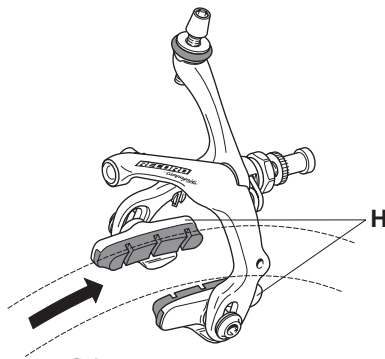

Fig. 9
Attenzione: Verificate sempre che la parte chiusa del portapattino sia rivolta verso il senso di marcia (Fig. 9).
Danger: Always make sure that the closed part of the pad-holder faces in the driving direction. See Fig. 9.
Achtung: Überprüfen Sie immer, dass der geschlossene Teil des Bremschuhträgers in Fahrtrichtung zeigt (Abb. 9).
Attention: Vérifiez toujours que la partie fermée du porte-patin est bien dans le sens de la marche (Fig. 9).
Atención: Verifique siempre que la parte cerrada del portazapatas esté dirigido hacia el sentido de marcha (Fig. 9).
Attentie: Zorg ervoor dat het gesloten deel van de remblokhouders in de rijrichting staat (Fig. 9).
Danger: for brakes equipped with pad-holders, always make sure that the closed part of the pad-holder (H) faces in the driving direction, as shown in figure 9. Incorrect installation of the pad-holder may cause the pad to slip out and cause serious accidents and injury.
Achtung: Bei Bremsen mit Bremsschuhträgern immer überprüfen, dass der geschlossene Teil des Bremsschuhträgers (H), wie in der Abbildung 9 gezeigt, in Fahrtrichtung zeigt. Die falsche Montage des Bremsschuhträgers kann zu einem Verlust des Bremsschuhs führen und schwere Unfälle und Verletzungen verursachen.
Attention: pour les freins équipés de porte-patin, vérifiez toujours que la partie fermée du porte-patin (H) est bien dans le sens de la marche comme l'indique la figure 9. Si le porte-patin est mal monté, le patin peut sortir du porte-patin et causer de graves accidents et blessures.